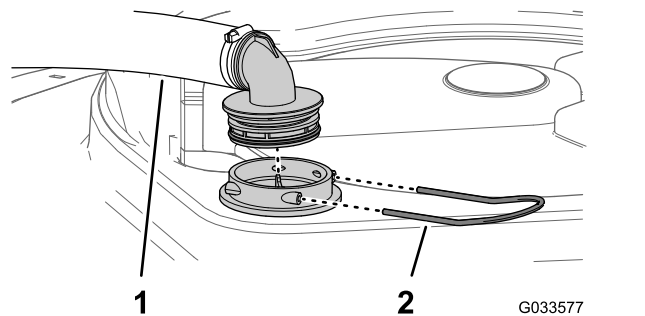

Figura 13
2. En la parte superior del depósito de fumigación, retire la horquilla de retención que sujeta el acoplamiento que está conectado a la manguera grande y al alojamiento del filtro (Figura 13).
3. Retire la manguera y el acoplamiento del alojamiento del filtro (Figura 13).